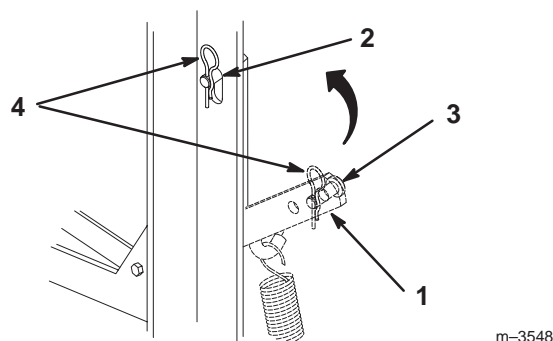

Figure 37
2. Retirez la goupille fendue et l'axe de chape du bras de renvoi (Fig. 37).
3. Tirez sur le bras de tension rappelé par ressort, situé à gauche derrière la soufflante, pour détendre la courroie de soufflante (Fig. 37).